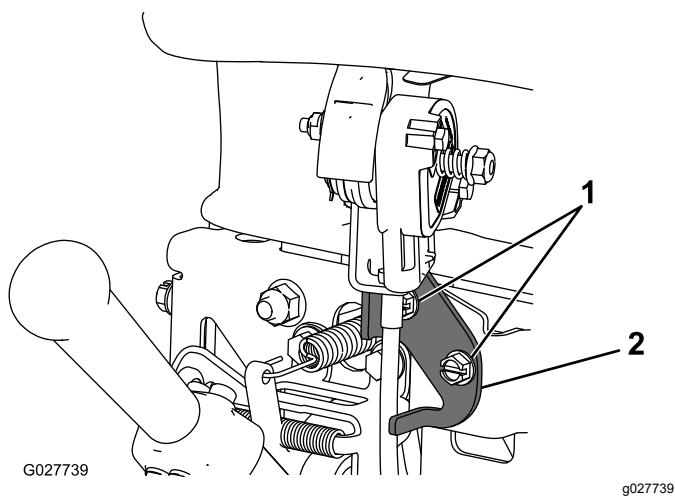

Figura 26
2. Allentate i 2 dispositivi di fissaggio che fissano il comando dell'acceleratore (Figura 26).